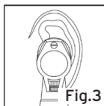

Fig.3
- Inserire la punta dell'otoscopio nell'orecchio del paziente per eseguire la visita medica. (Fig.3) Se necessario utilizzare anche la lente di ingrandimento presente sulla testa (ingrandimento possibile 3x).